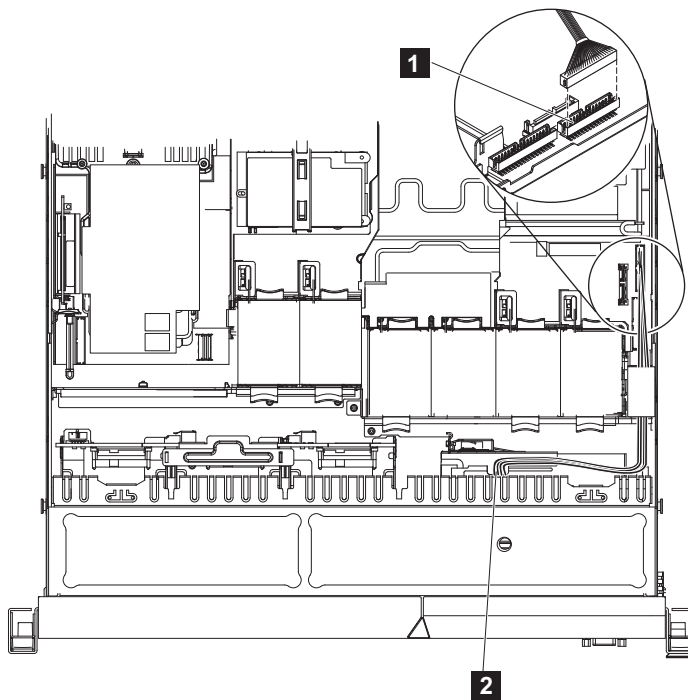

図 271. 2145-CG8 または 2145-CF8 オペレーター情報パネル・ケーブルの接続
2. 図 271 に示すように、新しいケーブルをオペレーター情報パネルからノードの右側のビデオ/USB ケーブル・コネクタの上のコネクタに通します。
3. 図 271 に示すように、ノードの右側のビデオ/USB ケーブル・コネクタの上のコネクタにケーブルを接続します。